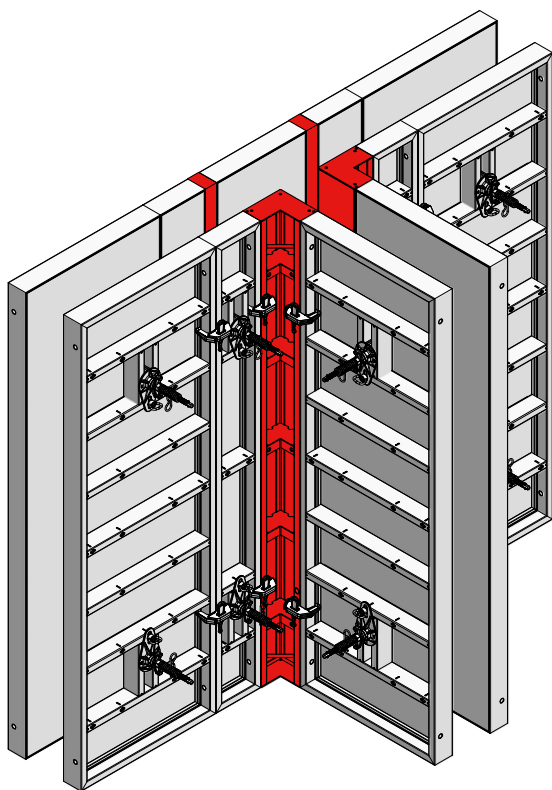

Abb. 54.1
Ein T-Wandanschluss kann mit zwei ST-Innenecken (IE) hergestellt werden (Abb. 54.1).
Je nach Wandstärke werden dem Inneneck gegenüber an der langen Wandseite Passhölzer in entsprechender Stärke eingesetzt (Abb. 54.1, 54.2 und Tab. 54.3).
Am Inneneck anschließend sind StarTec XT-Elemente der Breite 30 cm einzuplanen (Abb. 54.1 und 54.2).